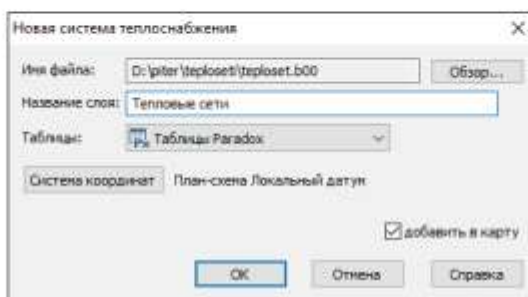

Рисунок 3.9. Окно создания слоя тепловой сети
5. В окне Новая система теплоснабжения (смотрите Рисунок 3.9. «Окно создания слоя тепловой сети»), в строке *Название слоя* ввести пользовательское имя слоя русскими символами, например **Тепловые сети**.
8. После того как все окна диалога (смотрите Рисунок 3.9. «Окно создания слоя тепловой сети») заполнены, нажать кнопку ОК.